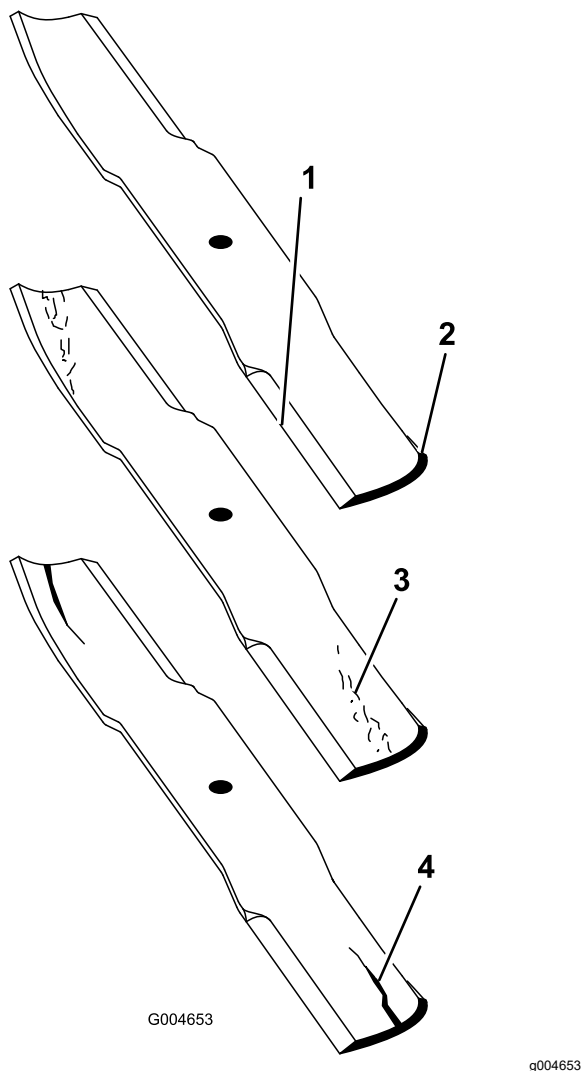

Figura 76
2. Verificate accuratamente i taglienti, con particolare attenzione ai punti d'incontro delle sezioni piatta e curva della lama (Figura 76).
Nota: Sabbia e materiali abrasivi possono consumare il metallo che connette le sezioni piatta e curva della lama, per cui si consiglia di controllare la lama prima di usare il tosaerba. Se notate dell'usura (Figura 76), sostituite la lama.